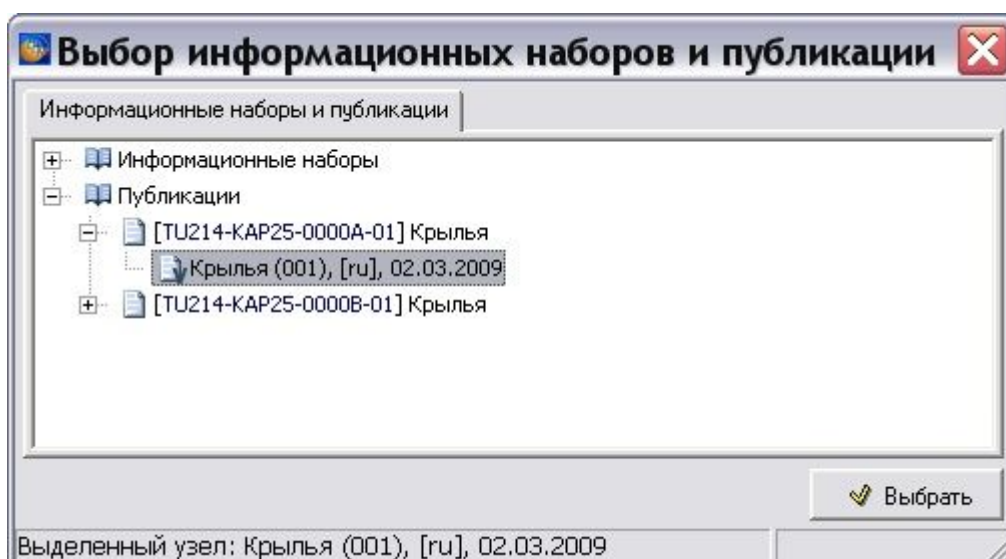

Рис. 12.19
3. В появившемся диалоговом окне выберите требуемую публикацию (Рис. 12.19).